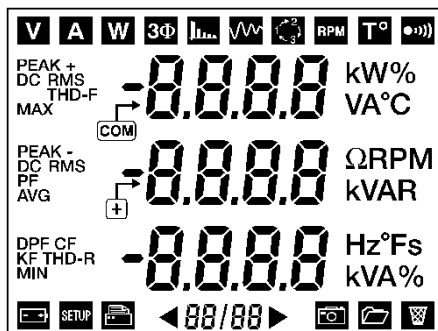

Abbildung 69: Das erste Display bei der Inbetriebnahme des Gerätes.
- Bei der Anzeige des ersten Displays (Anzeige der 172 Segmente, siehe Abbildung 69, auf der Seite 29), wird die gelbe Taste () bis zur Ausgabe eines Signaltons dauerhaft betätigt.